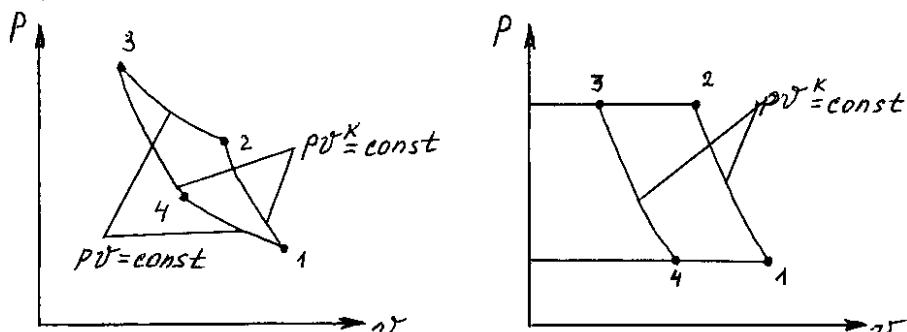

Рис. 2
5. Провести термодинамический расчет цикла Карно воздушной холодильной установки (рис. 2). Установка предназначена для поддержания в помещении температуры 20°C при температуре окружающей среды 38°C. Из эксплуатационных соображений давление в воздушных магистралях не должно превышать 500 кПа, а давление воздуха на входе в компрессор 98 кПа. Определить параметры цикла, холодильный коэффициент, холодильную мощность и мощность привода компрессора, если расход воздуха при н.у. составляет 3000 м³/ч. Принять массовую теплоемкость воздуха $c_p = 1,005 \text{ кДж/(кг·К)}$, а показатель адиабаты $k = 1,41$. Газовая постоянная воздуха равна 287 кДж/(кг·К).